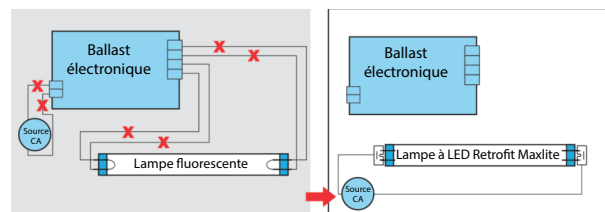

Figure 2. - Retrofit à une lampe
7. Câblez en vous aidant du schéma de câblage approprié. (**Figure 2, 3, 4**).